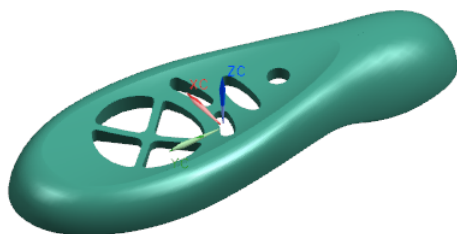

图 5-54 要分型设计的产品
(1) 对如图 5-54 所示，在第 2 章进行了塑件分析和结构修改的壳件产品进行分型设计，源文件路径和文件名为...\Exercise\ch5\exercise_5_2\exercise_5_2.prt。